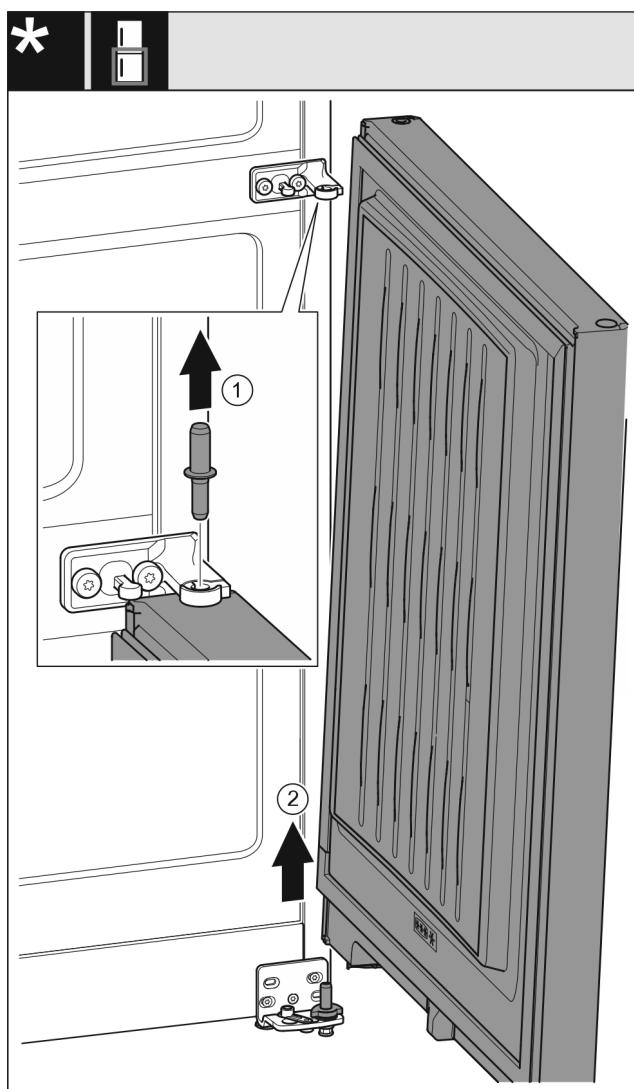

Fig. 9
- Trekk ut bolten Fig. 9 (1) oppover.
- Sving døren Fig. 9 (2) ut, trekk den oppover og sett den til side.